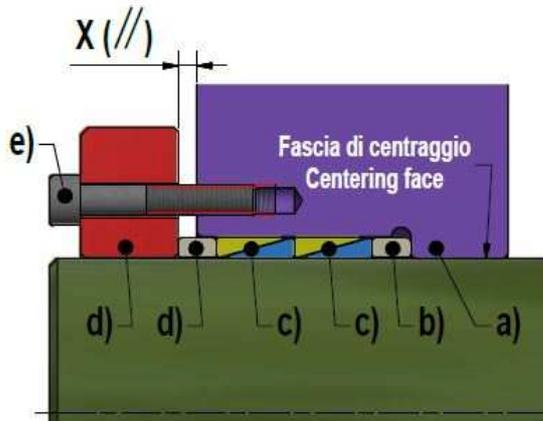

Fig. 4. Esempio di ordine di montaggio.
- Il calettatore MAV 3003 non è autocentrante. Per ottenere una buona concentricità del collegamento, il mozzo deve essere provvisto di una fascia di centraggio (fig. 4).
- Montare gli elementi del collegamento nell'ordine seguente (fig. 4).
**!** non si deve mai annullare e deve risultare uniforme (fig. 4). Un corretto centraggio del mozzo, fin dall'inizio del montaggio, è essenziale per ottenere un corretto centraggio a montaggio completato.
**!** 7. Controllare la distanza (**X**) (fig. 4), assicurandosi che l'anello di spinta non vada in contatto con mozzo o estremità d'albero. La distanza rimanente deve risultare uniforme.